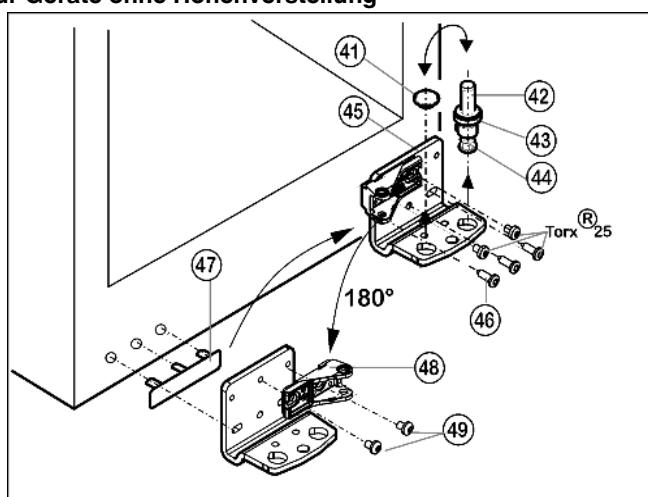

Fig. 12
- Lagerbolzen Fig. 12 (42) komplett, mit Scheibe Fig. 12 (43) und Stellfuß Fig. 12 (44), nach oben herausziehen.
- Stopfen Fig. 12 (41) abheben.
- Lagerbock Fig. 12 (45) abschrauben Fig. 12 (46).
- Lagerteil Fig. 12 (48) abschrauben und innen um 180° gedreht wieder fest anschrauben
- Griffseitige Abdeckung Fig. 12 (47) vorsichtig abheben und auf die Gegenseite umsetzen.
- Lagerbock unten Fig. 12 (45) auf der neuen Scharnierseite ggf. mit Hilfe eines Akkuschraubers **fest (mit 4 Nm)** wieder anschrauben.
- Stopfen Fig. 12 (41) in das andere Loch wieder einsetzen.
- Lagerbolzen Fig. 12 (42) komplett, mit Scheibe und Stellfuß, wieder einsetzen. Dabei darauf achten, dass der Rastnocken nach hinten zeigt.